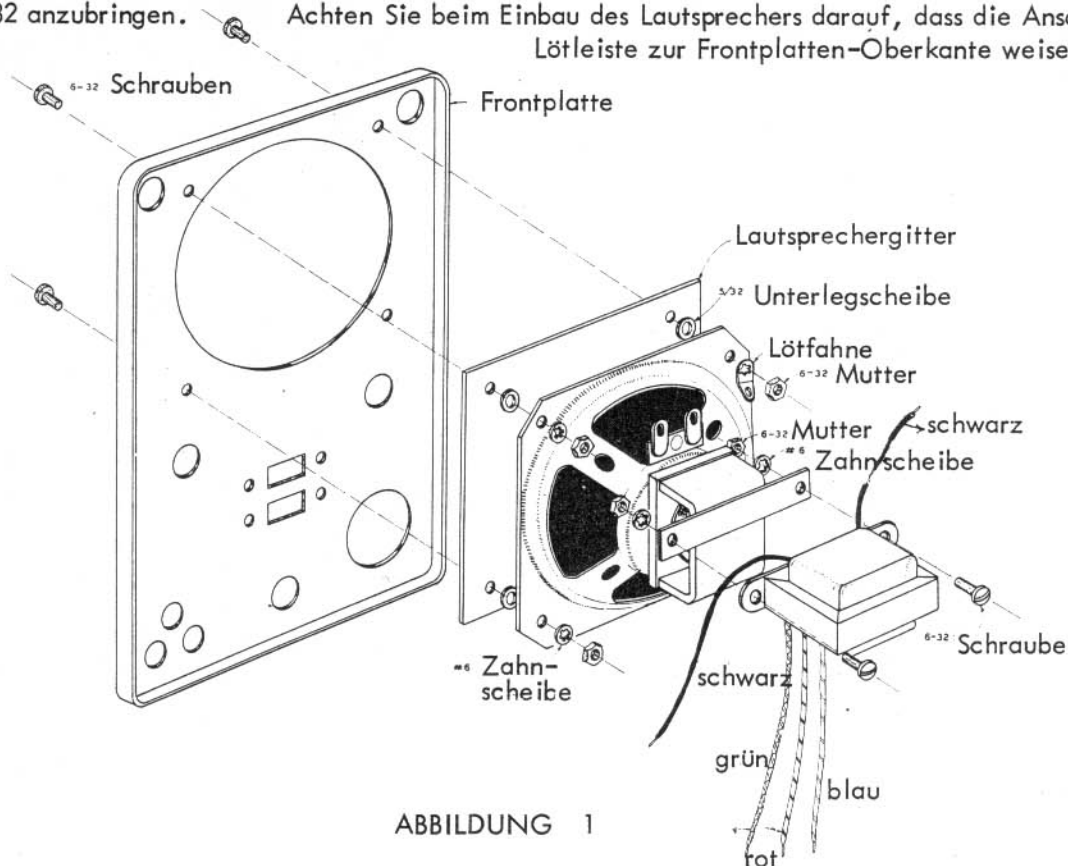

ABBILDUNG 1
Der Zusammenbau des HEATHKIT-Signalverfolgers, Modell IT-12E, beginnt mit der Montage der Frontplatte. Die nachstehenden Arbeitsanweisungen werden in Bild 1 erläutert.
- () Suchen Sie aus dem Bausatz die Frontplatte heraus. Legen Sie diese, wie in Bild 1 gezeigt, mit der beschrifteten Seite nach unten auf den Arbeitstisch. Es empfiehlt sich ein weiches Tuch unterzulegen, um ein Verkratzen der im Siebdruckverfahren angebrachten Lackierung zu vermeiden.
- () Bringen Sie entsprechend Abbildung 1A einen Polklemmen-Gewindestift mit Hilfe von zwei selbstverriegelnden Durchführungsisolatoren (Teile-Nr. 75-17) bei A (siehe Bild 1) an der Frontplatte an. Die mit seitlich gegeneinander versetzten Verriegelungsstiften versehenen Durchführungsisolatoren sind dazu von der Vorder- und Rückseite der Frontplatte in die Bohrung A einzusetzen und der Gewindestift von vorne her durch die Bohrung der Isolatoren zu schieben. Sichern Sie den Gewindestift abschliessend mit einer Mutter 6-32, dann folgt eine Löt-fahne Nr. 6 und eine weitere Mutter 6-32. Achten Sie dabei auf die aus Bild 1 ersichtliche Lage dieser Löt-fahne.
- () Bringen Sie in der gleichen Weise und unter Zuhilfenahme desselben Befestigungsmaterialies weitere Polklemmen bei H, G und F an der Frontplatte an. Achten Sie auch hier wieder auf die aus Bild 1 ersichtliche Lage der Löt-fahnen.
- () Bringen Sie gemäss Abbildung 1B und Bild 1 einen weiteren Polklemmen-Gewindestift bei C an der Frontplatte an. Legen Sie unter den auf der Innenseite der Frontplatte anzubringenden Durchführungsisolator noch eine zusätzliche Regler-Masselötfahne (Teile-Nr. 259-10).
- () Bringen Sie einen einpoligen Schiebeschalter - wie aus Bild 1 ersichtlich - bei S4 mit Hilfe von Schrauben der Grösse 6-32 auf der Innenseite der Frontplatte an. Achten Sie auf die vorschriftsmässige Lage der Lötflächen.
- () Bringen Sie in der gleichen Weise den zweiten einpoligen Schiebeschalter bei S3 auf der Innenseite der Frontplatte an. Achten Sie auch hier wieder auf die aus Bild 1 ersichtliche Lage der Schalter-Lötflächen.
- () Legen Sie einen keramischen 0,001 μ F (1 nF)-Scheibenkondensator zwischen die Lötfläche der Polklemme H (NL) und die der Polklemme G (NL) (siehe Bild 1).
- () Montieren Sie den Ausgangsübertrager entsprechend Abbildung 1 so auf dem Lautsprecher, dass die beiden schwarzen Anschlussdrähte des Übertragers zu den Schwingspul-Anschlusslötlösen am Lautsprecher weisen. Verwenden Sie zur Montage zwei Schrauben 6-32, zwei Zahnscheiben Nr. 6 und zwei Muttern 6-32.
- () Bringen Sie den Lautsprecher und das Lautsprechergitter, wie in Bild 1 und Abbildung 1 gezeigt, mit Befestigungsmaterial der Grösse 6-32 an der Frontplatte an. Montieren Sie dabei unter der Lautsprecherbefestigungsmutter, die der Polklemme C am nächsten liegt, noch eine Lötfläche Nr.6. Zwischen Lautsprecherkorb und -gitter sind die vier dem Bausatz beiliegenden Unterlegscheiben 5-32 anzubringen. Achten Sie beim Einbau des Lautsprechers darauf, dass die Anschlusslötleiste zur Frontplatten-Oberkante weisen muss.